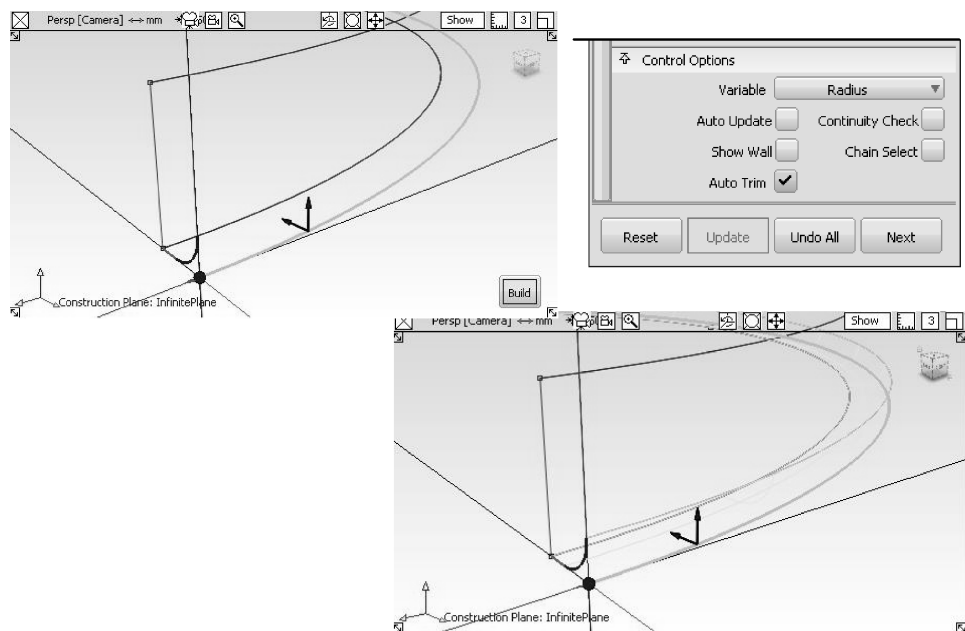

图 4-117 创建圆角与凸缘曲面
- 47 在【Palette】(工具箱)的【Surfaces】工具标签中,选择【Flange Fillet】工具,单击选取刚刚创建的最外侧放样曲面的下端边缘曲线。调节曲线上出现的操纵器箭头指示的方向。双击【Flange Fillet】工具图标,打开对话框,在【Control Options】标签下勾选【Auto Trim】复选框。单击视窗下方的【Build】按钮,创建圆角凸缘曲面,如图4-117所示。